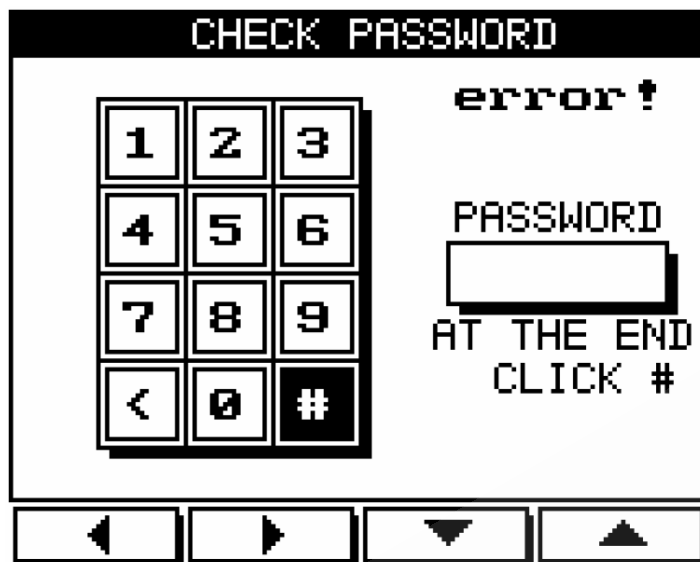

Рис. 12
- В случае неверного ввода пароля на экране появится сообщение об ошибке (рис. 12):